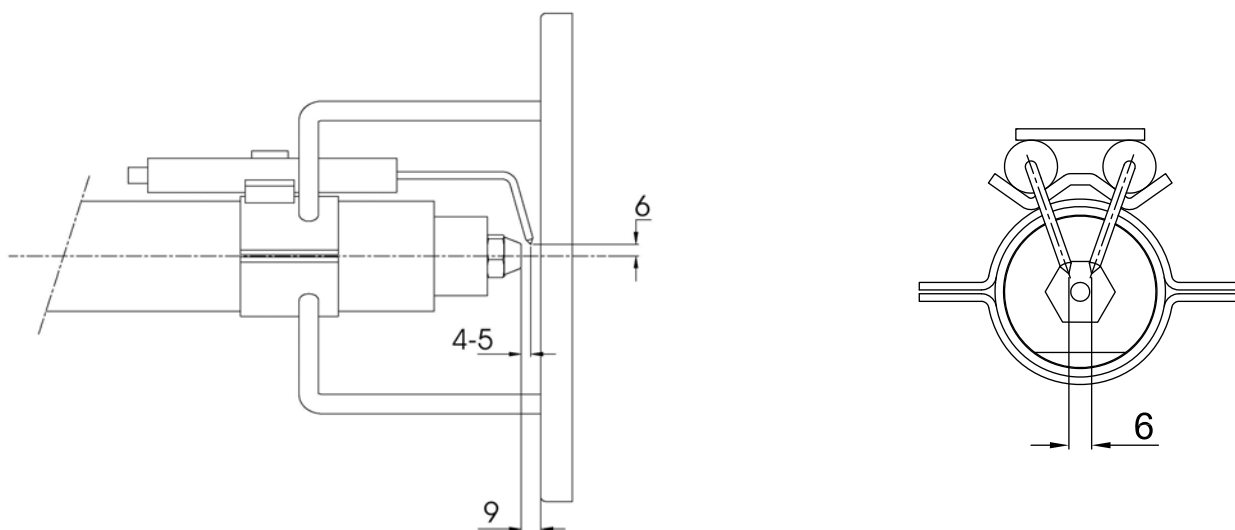

Рис. 25
В целях обеспечения хорошего процесса горения, необходимо, чтобы были выдержаны размеры, указанные в Рис. 25.
⚠ Перед демонтажом форсунки и электродов необходимо отсоединить кабели CV (Рис. 26), снять размеры, указанные на Рис. 25 на стр 28.
- 4 установить на место все компоненты, не забывая затянуть винты **V** и **VE** (Рис. 26), подсоединить кабели **CV**, тщательно выдерживая, снятые ранее и внесенные в Рис. 25 на странице 28, размеры.